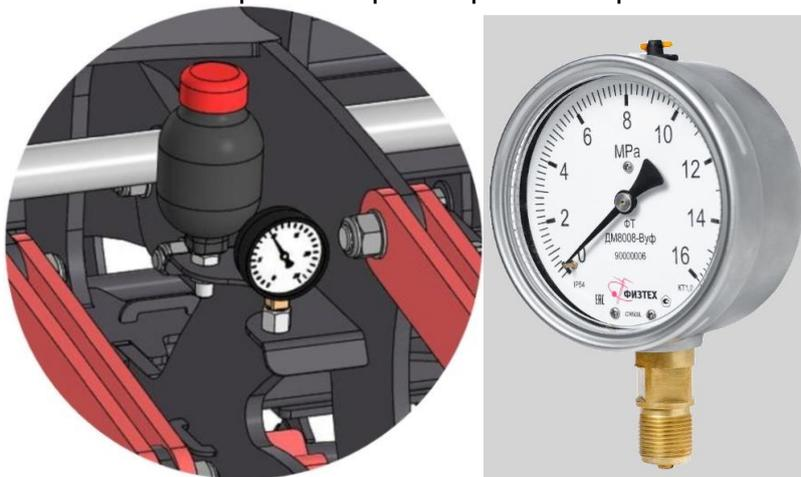

Рисунок 35 – Регулировка давления боковых секций рамы (**10 МПа**)
6) Когда борона приподнята на транспортных колесах, накачайте давление в гидросистеме дисковой бороны рычагом гидрораспределителя трактора (**гидравлическая линия на раскладывание**). Установите значение давления равным **10 МПа** на манометре (рис. 35). После установки значения давления **10МПа**, рычаг гидрораспределителя трактора переведите в положение «**Нейтраль**». Таким образом обеспечивается автоматическое гидравлическое копирование рельефа почвы рабочими секциями.